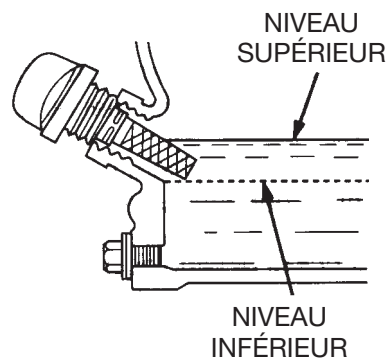

Figure 6. Jauge d'huile moteur (niveau d'huile)
4. Si le niveau d'huile est bas (Figure 6), remettez de l'huile jusqu'au bord de l'orifice en prenant soin d'utiliser le type d'huile recommandé (Tableau 3).